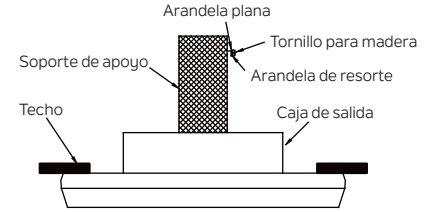

Figura 11
**Paso 1.** Inserte un tornillo para madera y arandelas en el costado de la abrazadera que sostiene la caja de salida. Deje 3 mm (1/8") de espacio entre el soporte de apoyo y la arandela. (Figura 11)